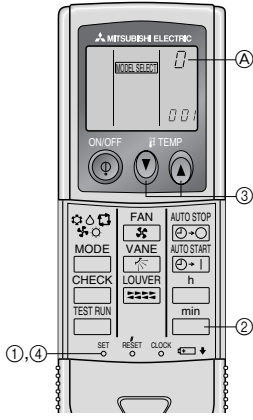

Fig. 6-7
4) Her üniteye bir uzaktan kumanda ünitesinin tahsis edilmesi (Fig. 6-7)